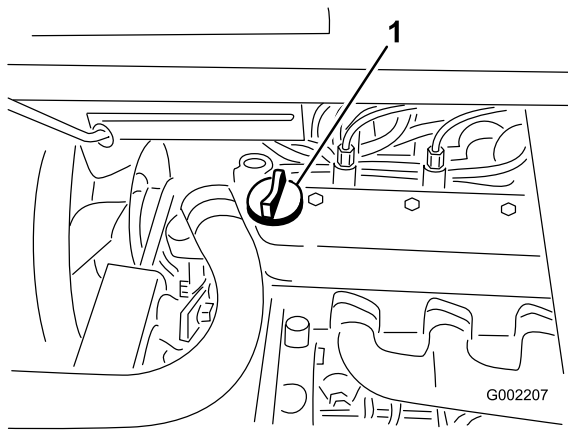

図 40
3. 油量が少なければ、バルブカバーの上についている補給口 (図 40) を開け、ディップスティックの Full マークまでオイルを補給する; オイルの種類や粘度の選択については「エンジン・オイルについて」を参照。補給するときは、ディップスティックで確認しながら少量ずつ入れる。入れすぎないように注意してください。